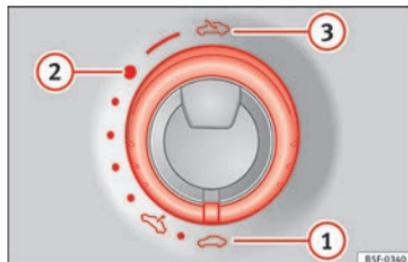

Fig. 11 No forro do tejadilho: rodar o comando para a abertura e o fecho.
- Abrir: rode o interruptor para a posição »» Fig. 11 ③.
- Posição de conforto: rode o interruptor para a posição »» Fig. 11 ②.
- Fechar: rode o interruptor para a posição »» Fig. 11 ①.